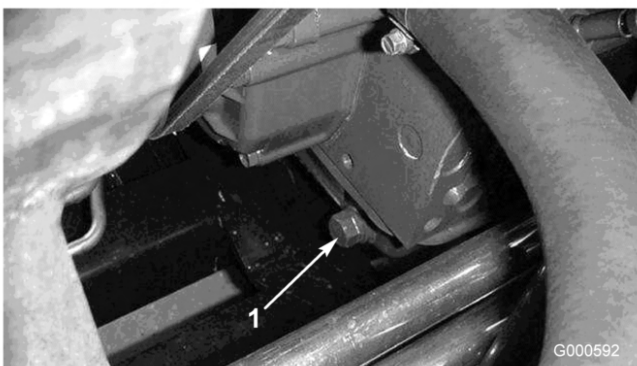

Figure 32
1. Retirez le bouchon de vidange arrière (Figure 32) et laissez s'écouler l'huile dans un bac de vidange. Remettez le bouchon quand toute l'huile s'est écoulée.